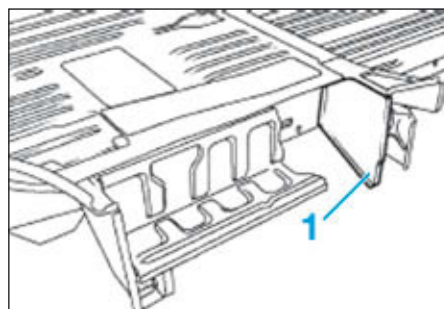

FIG.28
- Dépointer les points de soudure électrique de la tôle de fermeture arrière de marche pied latéral avant (1) (Fig.28).